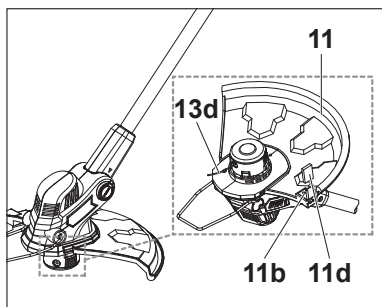

Fig. 20
A cobertura de proteção (11) protege o operador contra objetos projetados durante o funcionamento. Encontra-se equipado com uma faca (11b) que corta a linha de corte (13d) (Fig. 20)